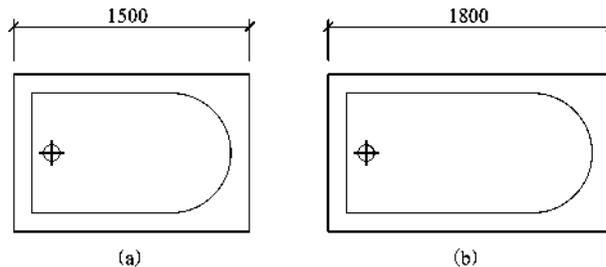

图 1-46 浴盆的拉伸
**【实例 1-21】** 利用拉伸命令将长度为 1500 mm 的浴盆拉伸至 1800 mm，如图 1-46 所示。
- ①绘制如图 1-46(a) 所示浴盆。
- ②执行【拉伸/S】命令，浴盆向右拉伸 300 mm，完成后如图 1-46(b) 所示。